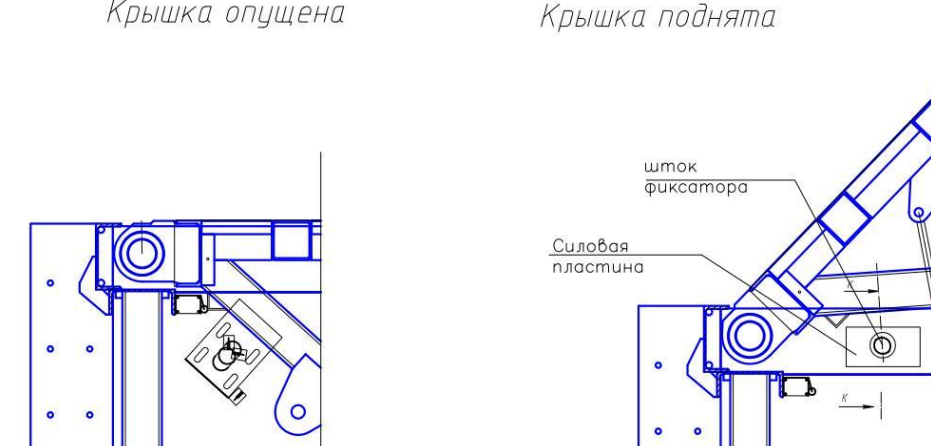
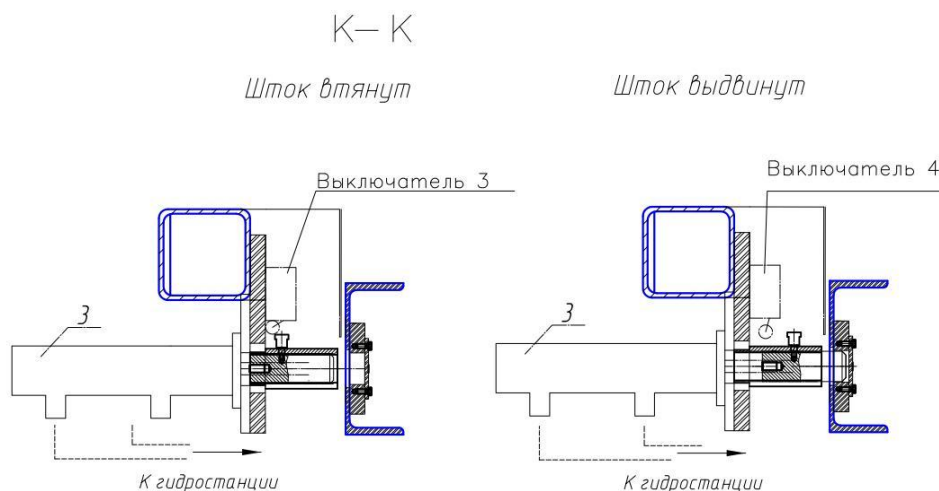

Рисунок 7.3
Рисунок 7.4
4.1.16 Проложить электрические кабели от блокиратора к шкафу управления и подключить их в соответствии с маркировкой. Выключатель выдвижения гидроцилиндра должен срабатывать при полном его выдвижении (крышка поднята), а выключатель опущенного положения при полном втягивании (крышка опущена) гидроцилиндра (рис. 7.3). Выключатели 3 и 4 срабатывает при полном втягивании фиксатора (рис. 7.4).